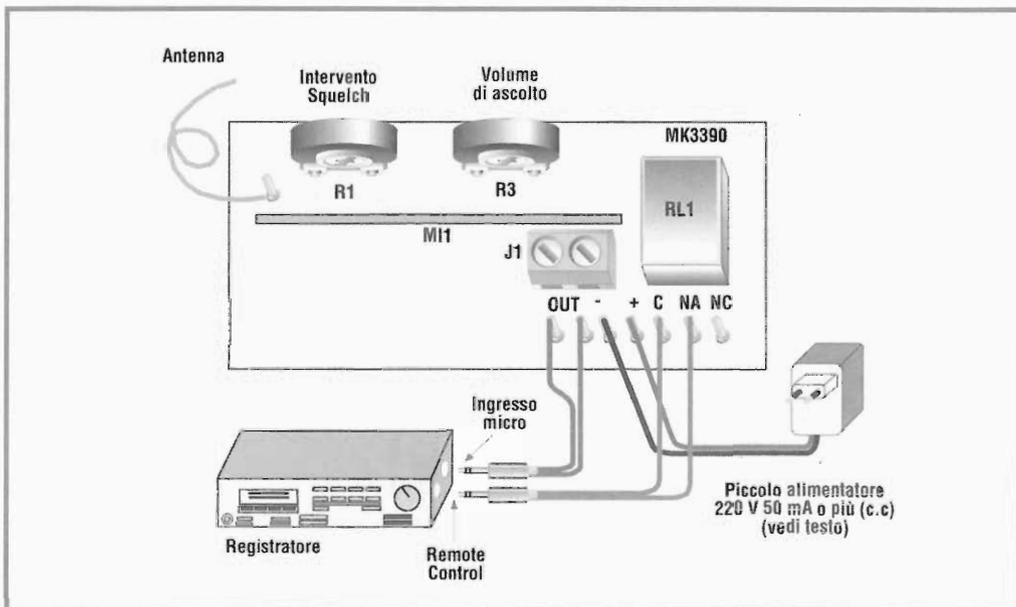

Figura 1.19. Collegamento del ricevitore per la registrazione automatica.
mentazione a 9 o 12 V, questa potrà indifferentemente essere fornita da pile o da un piccolo alimentatore con potenza di 50 mA o più. Tenete conto che utilizzando un'alimentazione a 9 V, piletta piatta o alimentatore, la potenza audio all'uscita OUT sarà minore che se utilizzassimo alimentazione a 12 V. In Figura 1.19 viene indicato come collegare il ricevitore ad un registratore. Per avere una lunga autonomia con pile (circa 200 ore!), si potrà utilizzare un portatile da 8 pile stilo da 1,5 V ($8 \times 1,5 \text{ V} = 12 \text{ V}$). I kit del Trasmettitore e del Ricevitore UHF possono essere richiesti con le sigle MK3400 e MK3390 a: G.P.E. via Faentina, 175A - 48100 Fornace Zarattini (RA). Tel. 0544/464059 - email: gpekit@gpekit.com.